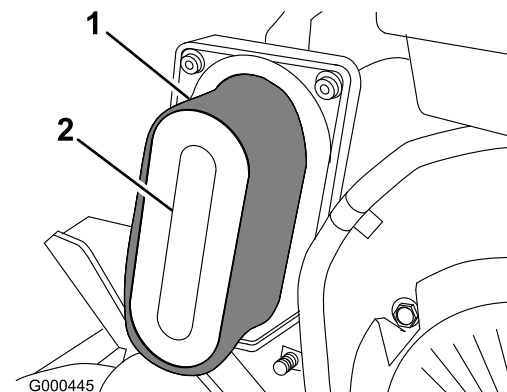

図 24
4. スポンジ・エレメントを点検し、汚れていればペーパー・エレメント (図 24) から外して以下の方法で十分に洗浄する: